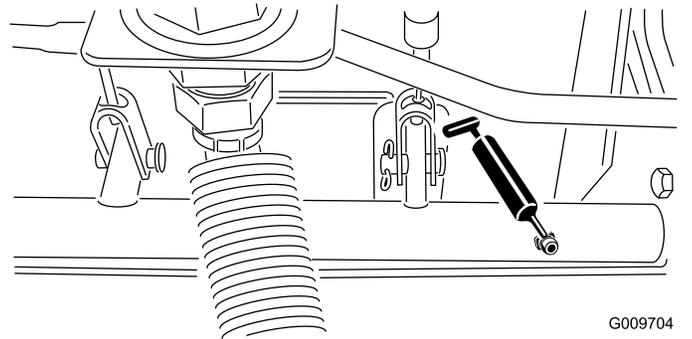

Figura 20
- Cojinetes del pivote del eje de freno (5) (Figura 20)